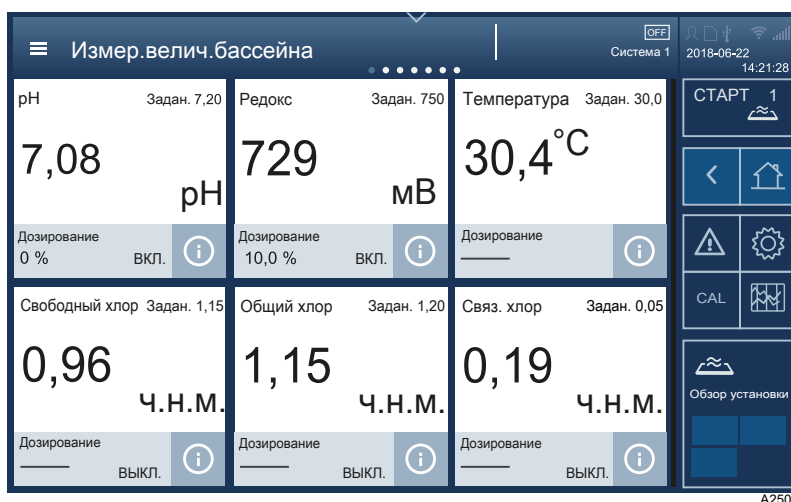
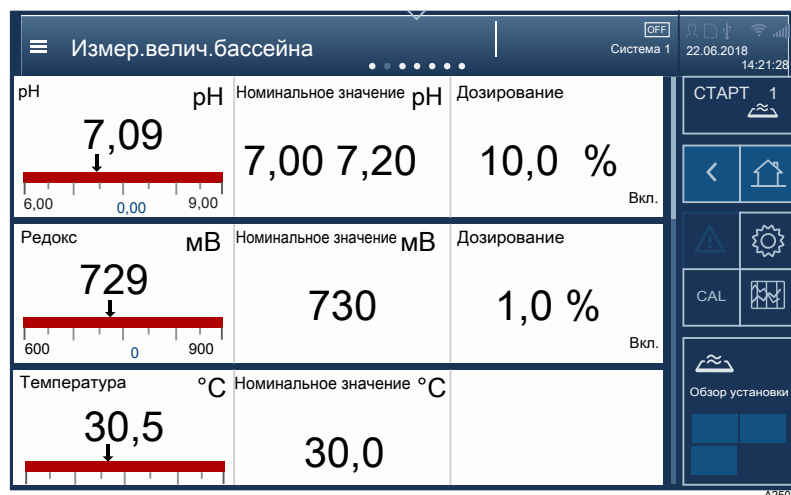

Рис. 48: Интерфейс измерительных величин для выбранного бассейна.
Рис. 49: Интерфейс измерительных величин для выбранного бассейна с подробной информацией.
1. ➤ Специализированные настройки можно открыть через меню [Измерительные величины бассейна], Рис. 48 или Рис. 49.